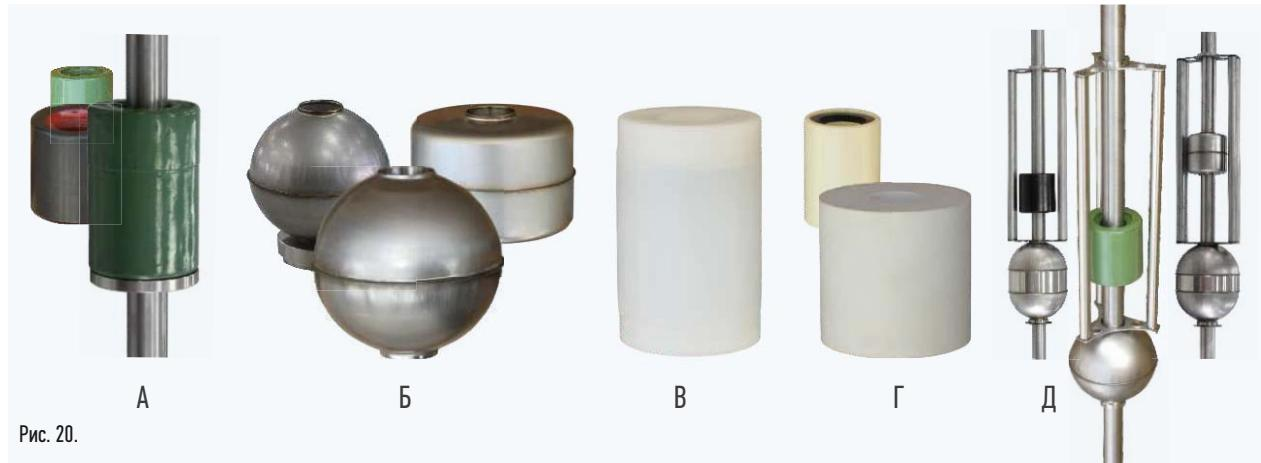

Рис. 20.
- **вспененный эbonит** (рис. 20А): данными поплавками комплектуются ПМП по умолчанию в заказе. Применяются для светлых нефтепродуктов, пропана-бутана, воды и других сред с давлением до 2,5 МПа, температурой до 100°C. Для повышения химической стойкости, износостойкости, уменьшения трения и адгезионных свойств поплавки покрываются фторэпоксидной композицией типа "ФЛК". По заказу поплавки из вспененного эbonита с покрытием "ФЛК" могут изготавливаться на давление до 4 / 5 МПа. Поплавки, покрытые "ФЛК", могут применяться для питьевой воды.
- **сталь 12Х18Н10Т**, титановый сплав ВТ-1-0 (рис. 20Б): используется для поплавков уровня, уровня раздела сред, а также для поплавков плотности. Применяются для агрессивных, пищевых сред и других сред.
- **ПВДФ** (рис. 20В): поплавки из ПВДФ (PVDF, Фторопласт-2) применяются для агрессивных сред (кислоты, щелочи). Температура эксплуатации - до 100 °C.
Для измерения плотности (рис. 20Д) применяется комплект из двух поплавков.